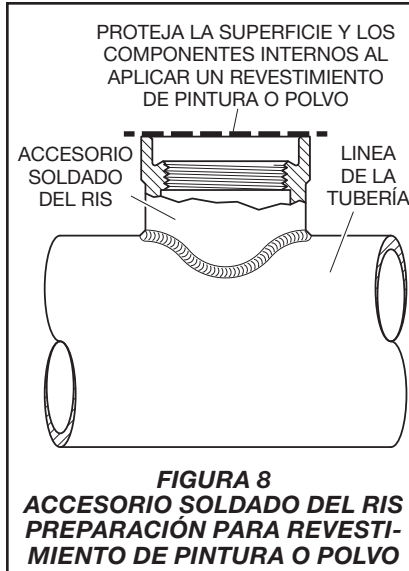

FIGURA 8
- Antes de aplicar el revestimiento de pintura o polvo al accesorio de soldadura del RIS, tape el reborde del accesorio como se indica en la Figura 8. Por ejemplo, para el enmascarado del accesorio, puede utilizar discos de enmascarado de 4,76 mm (1-7/8 pulg.) para temperaturas altas o un imán cerámico de 5,08 mm (2 pulg.) para altas temperaturas.